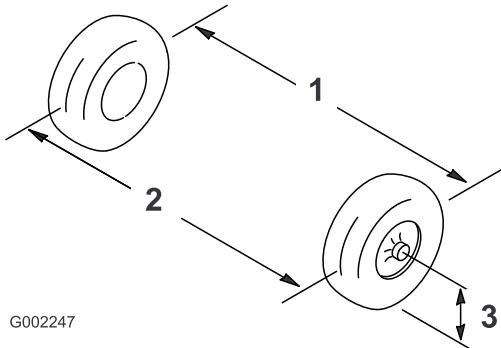

図 51
2. 前輪の前と後ろで、左右のタイヤの中央線間距離を測る; 計測はアクスルの高さで行う(図 51)。